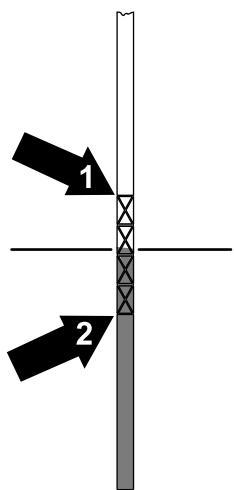

Figure 60
5. Ressortez la jauge et contrôlez le niveau de liquide (Figure 60).
6. Si le niveau de liquide est en-dessous du repère inférieur approprié sur la jauge, faites l'appoint de liquide hydraulique spécifié. Insérez la jauge dans le réservoir et répétez les opérations 3 à 5 jusqu'à ce que le niveau de liquide se situe entre les repères supérieur et inférieur (Figure 60) sur la jauge.